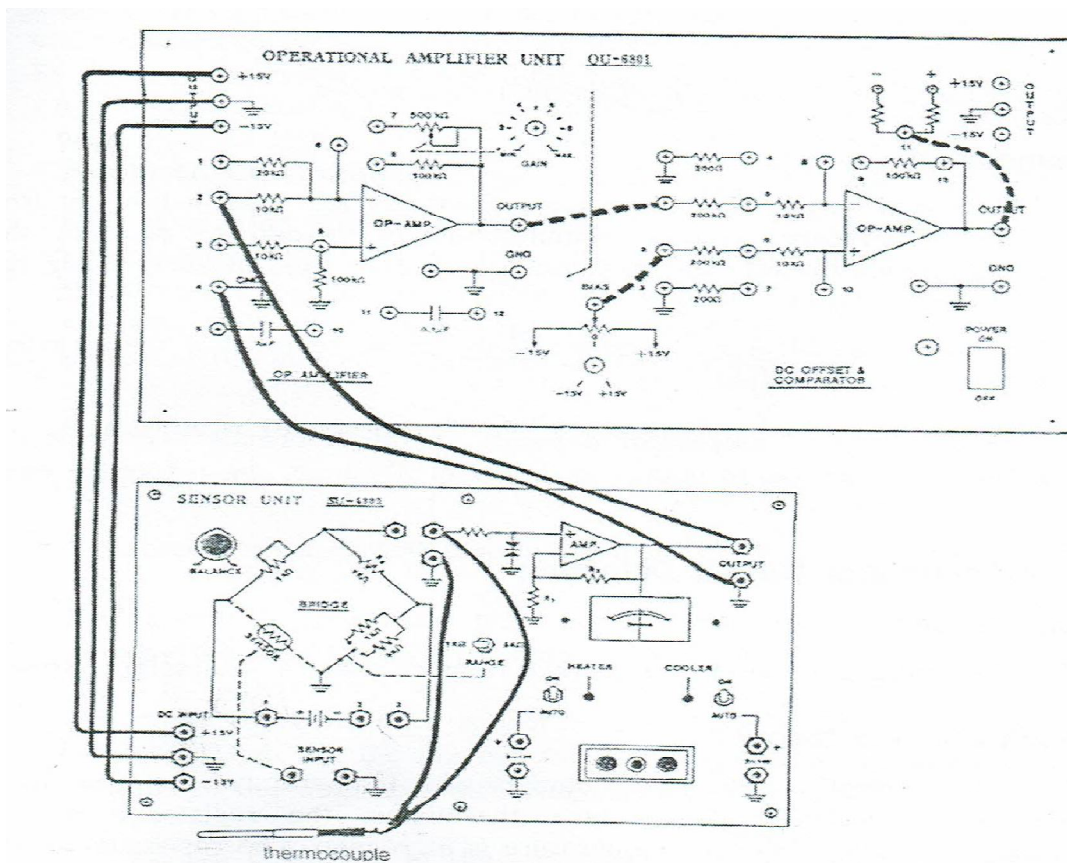

Fig.2.4. Schéma de connexion
7. Réglez le gain de l'amplificateur OP a 50%, et connecter la sortie de l'amplificateur OP vers le comparateur comme le montre la figure 2.4.